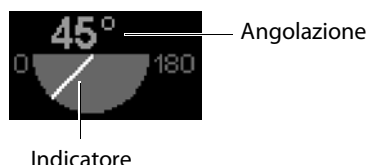

Figura 8 Indicatore del piano di scansione
L'orientamento è mostrato da un indicatore del piano di scansione sullo schermo del sistema. L'angolo del piano di scansione è indicato da un indicatore e un valore. Vedere **Figura 8**. Lo schermo indica l'angolo rispetto alla monoplanare standard, visualizzata come 0°. L'angolazione del piano di scansione va da 0° a 180°.
- 4** Confermare che l'immagine sullo schermo cambi in relazione ai numeri sull'indicatore del piano di scansione. Vedere **Figura 8**.